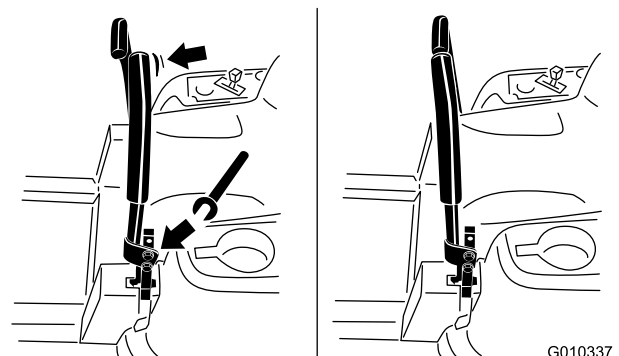

Bild 29
2. Lösen Sie die untere Schraube genug, um den Schalthebel nach vorne oder hinten zu drehen (Bild 29). Ziehen Sie beide Schrauben fest, um den Schalthebel in der neuen Stellung zu arretieren.